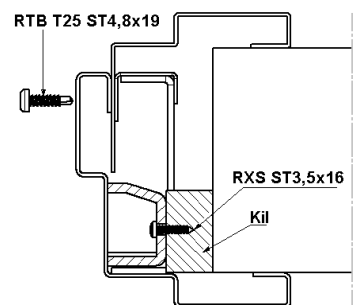

Fig. 8
4. Montera den lösa foderdelen om sådan förekommer. Skjut in den tätt mot väggen och dra åt med skruv nr.2 **RTB T25 ST4,8x19** (självborrande), se fig 8. Kontrollera så att karmen inte ändras. Om så behövs, finjustera ställhylsorna igen.
Se fig 8.